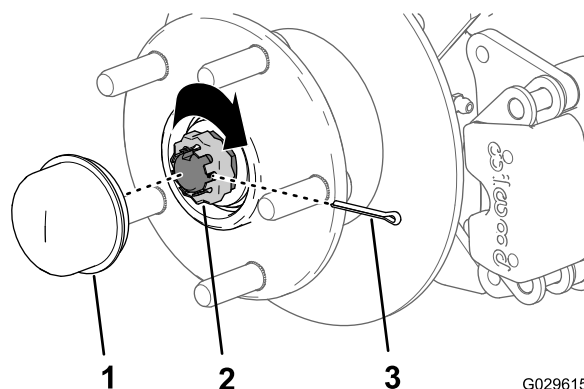

Рисунок 36
- Установите держатель поверх гайки и проверьте совмещение паза в держателе с отверстием в шпинделе под шпindel (Рисунок 36).
- Установите шпindel и загните обе лапки вокруг держателя (Рисунок 36).
- Установите пылезащитную крышку на ступицу (Рисунок 36).